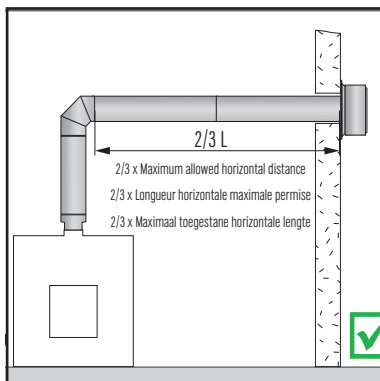

Fig. 3
- In addition to the general instructions mentioned above, there are also appliance-related instructions. They mainly concern the minimum and maximum permitted terminal lengths that still ensure the safe operation of the appliance. (Fig. 3)
- Les prescriptions générales susmentionnées sont complétées par des prescriptions spécifiques à chaque appareil. Il s'agit principalement de la longueur de conduit minimale et maximale autorisée pour que l'appareil fonctionne en toute sécurité. (Fig. 3)
- Naast de bovenstaande algemene voorschriften, zijn er toestelgebonden voorschriften. Het betreft hier voornamelijk de toegestane minimum en maximum kanaallengte waarbij het toestel nog veilig functioneert. (Fig. 3)